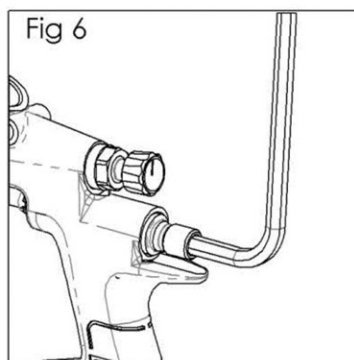

Fig 6
5. Entfernen Sie das Ventilgehäuse (27) mit einem 6 mm-Sechskantschlüssel. (Siehe Abb. 6 und 7).